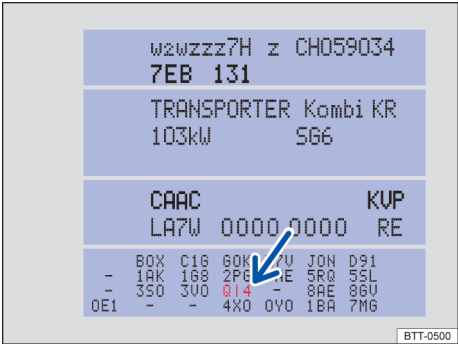

Fig. 202 Etiqueta de dados do veículo com número PR do respectivo serviço (Representação esquemática).
- No número PR da etiqueta de dados do veículo → Fig. 202 (seta) → Página 286.